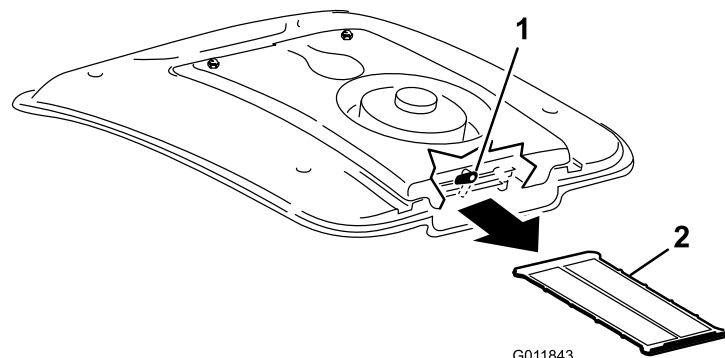

図 105
2. ファンマウントの後部についているラッチを上に戻して横向きにする(図 105)。
3. エアコンコイルからスクリーンを引き出す(図 105)。
4. スクリーンを圧縮空気ですていねいに洗浄する(図 105)。